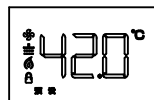

图5-4
3. 打开热水龙头，如图5-4，热水器便会启动点火，热水随之流出。开水启动后温度设置范围为30℃~48℃，超过48℃只能按“调小”键（即儿童锁功能，防止烫伤），若想设置水温高于48℃，先关闭热水龙头后再按“调大”键。